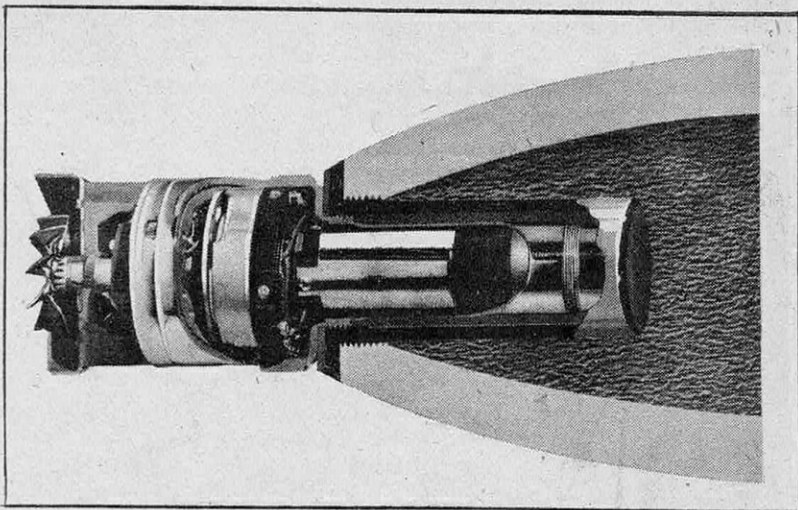

FIG. 9. — FUSÉE DE PROXIMITÉ VT POUR OBUS DE D. C. A.
**La contre-attaque.** — L'effet Doppler-Fizeau a été utilisé par un des engins les plus ingénieux qui doivent leur naissance à la guerre dernière ; il s'agit de la « fusée de proximité » qui fait exposer un obus au point de sa trajectoire le plus proche de l'objectif, c'est-à-dire au moment où, s'étant approché au maximum de cet objectif, il commence à s'en éloigner. Cette invention accroît considérablement l'efficacité des canons antiaériens ; en effet, ceux-ci employaient jusque-là des obus fusants avec réglage *a priori* sur une distance donnée ; de tels obus pouvaient passer à quelques décimètres d'un avion ennemi sans lui faire le moindre mal si la distance parcourue était alors inférieure à la « distance débouchée ». Les fusées de proximité, conçues d'après un principe ingénieux, représentent en outre un remarquable succès de construction puisqu'elles renferment dans un volume de quelques centimètres cubes un émetteur, un récepteur et des systèmes de déclenchement (fig. 9).